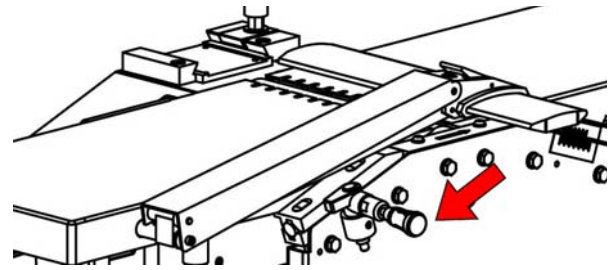

Abb. 31: Abrichttisch arretieren
Schritt 14: Den Griff (Abb.31) 3-4 Umdrehungen im Uhrzeigersinn drehen um den Abrichttisch zu arretieren.